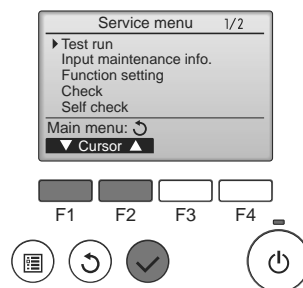

Fig. 7-1
- ① Wählen Sie „Test run“ (Testlauf) aus dem Service-Menü, und drücken Sie die [AUSWAHL]-Taste. (Fig. 7-1)